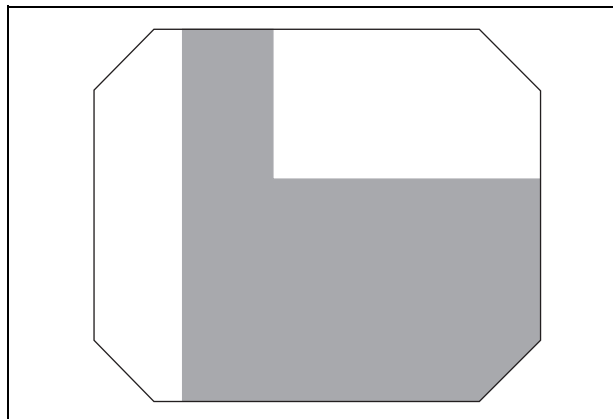
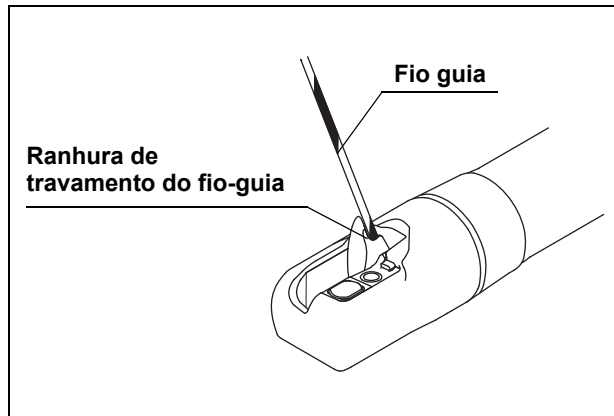
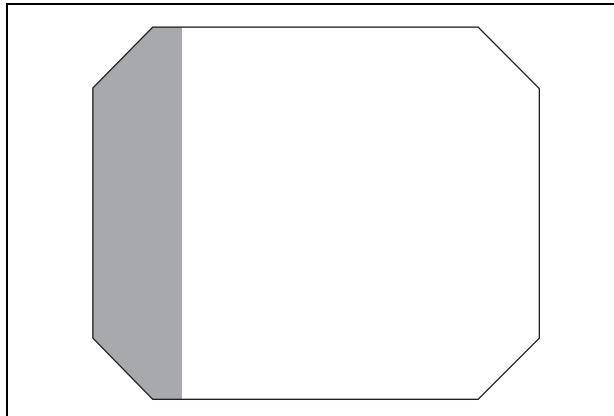
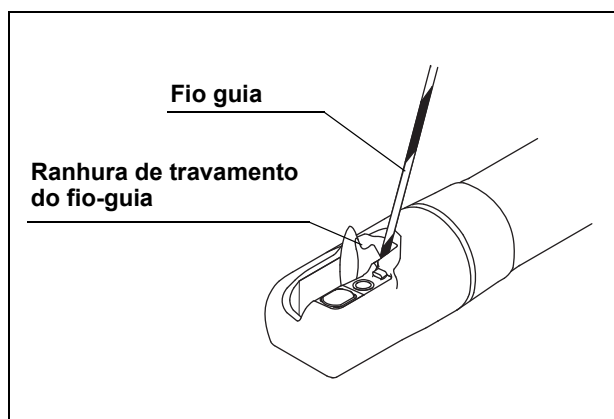

Figura 4.4
Figura 4.5
Figura 4.6
Figura 4.7
3. Quando apenas o fio-guia for estendido para fora da extremidade distal do endoscópio, mova lentamente a alavanca de controle do elevador na direção “◀U” até que o operador a sinta pesada, observando a papila na área acinzentada da imagem endoscópica apresentada em Figura 4.4 (para uma trava central, consulte Figura 4.5). Alternativamente, se apenas o fio-guia for estendido para fora da extremidade distal do endoscópio, mova lentamente a alavanca de controle do elevador na direção “◀U” até que o operador a sinta pesada, observando a papila na área à esquerda da imagem endoscópica apresentada na Figura 4.6 (para uma trava lateral, consulte Figura 4.7).
1. Quando apenas o fio-guia for estendido para fora da extremidade distal do endoscópio, mova lentamente a alavanca de controle do elevador na direção “◀U” até que o operador a sinta pesada, observando a papila na área acinzentada da imagem endoscópica apresentada em Figura 4.4 na página 62 (para uma trava central, consulte Figura 4.5 na página 63). Alternativamente, se apenas o fio-guia for estendido para fora da extremidade distal do endoscópio, mova lentamente a alavanca de controle do elevador na direção “◀U” até que o operador a sinta pesada, observando a papila na área à esquerda da imagem endoscópica apresentada na Figura 4.6 na página 63 (para uma trava lateral, consulte Figura 4.7 na página 63).